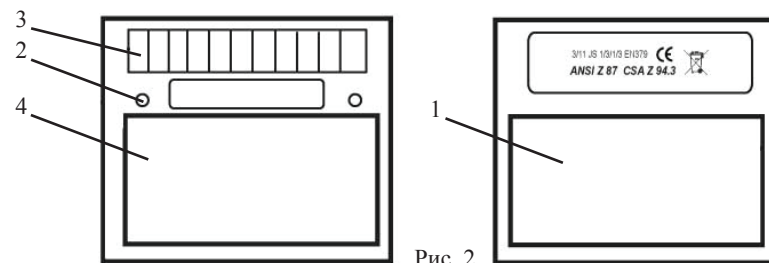

Рис. 2
4.2 Общий вид элементов светофильтра представлен на рис. 2
7.3 Если маска не использовалась в течение длительного времени следует обратить большое внимание на чистоту датчиков дуги **2** (рис. 2). При необходимости отчистите их от пыли.